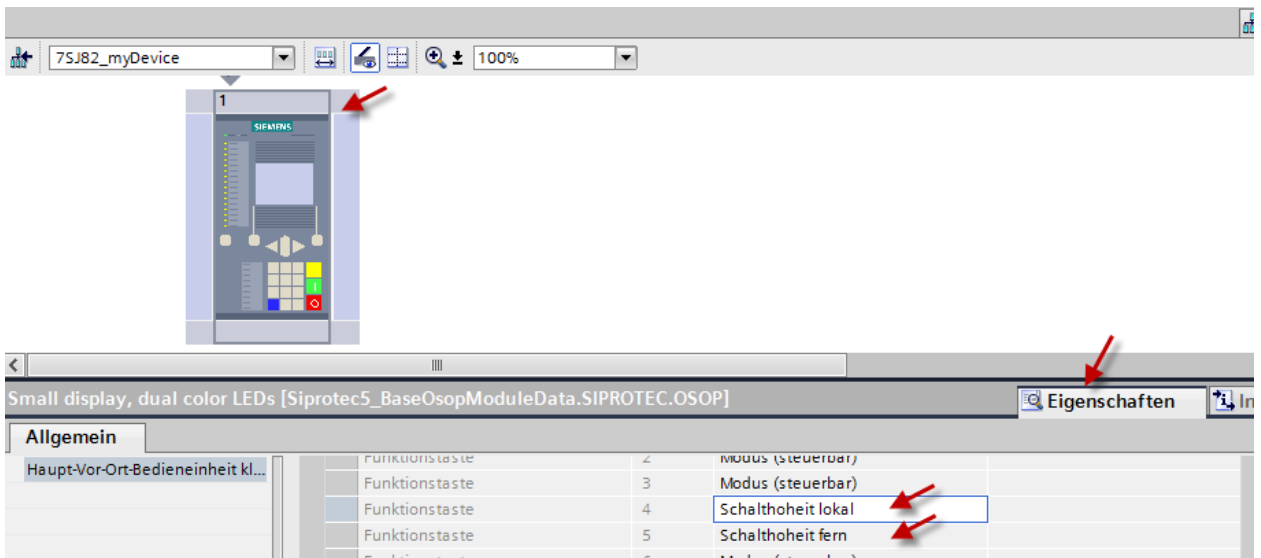

Bild 3: Beschriftung der Funktionstasten
5. Beschriften Sie die Funktionstasten für das entsprechende Gerätemenu. Öffnen Sie hierzu den Editor „Hardware und Protokolle“. Markieren Sie die Gerätebedieneinheit mit der Maus und wählen Sie das Eigenschaften-Fenster (siehe Bild 3). Beschriften Sie die Funktionstasten mit sinnvollen Namen, z.B. „Schalthoheit lokal“ und „Schalthoheit fern“.